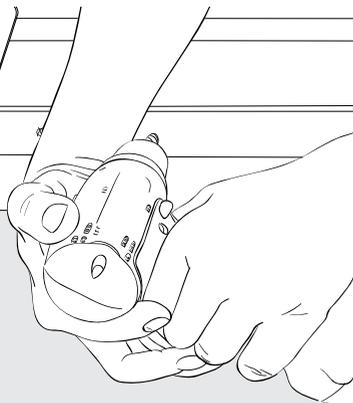

Abb. 2
- An den vorher angezeichneten Stellen Löcher (3,5 mm) in den Liegeflächenrahmen bohren (Abb. 2).